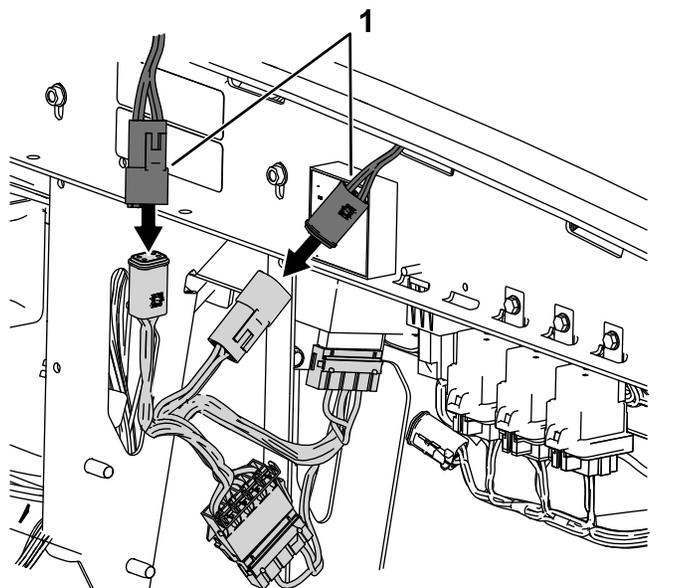

Figure 26
5. Branchez la fiche carrée libre du faisceau du convertisseur d'alimentation au faisceau adaptateur de la cabine (Figure 26).
6. Branchez la prise carrée libre du faisceau du convertisseur d'alimentation au faisceau adaptateur de la cabine (Figure 26).